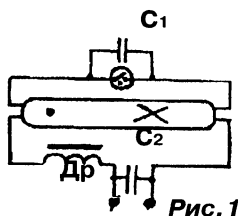

Рис. 1
естественного освещения ниже, или же выращиваемая рассада более светолюбива. Если нет готовых светильников, можно на доске или фанере установить держатели ламп, а пускорегулирующую аппаратуру (дрессели и стартеры) смонтировать в ящике пульта (4), который крепят к боковой стойке. Схема пульта показана на рис. 3, а схема монтажа светильников — на рис. 1.